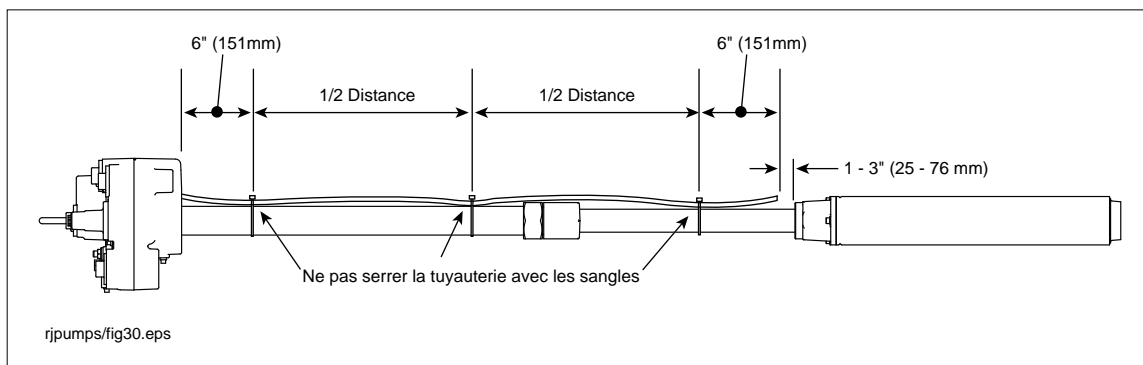

Figure 14. Fixation de la conduite de retour à la pompe
9. Fixez la conduite de retour du siphon à la colonne à l'aide de sangles. Placez les sangles à environ 152 mm (6") du collecteur, 6" de la tête de refoulement et au centre de la tuyauterie (voir la Figure 14).